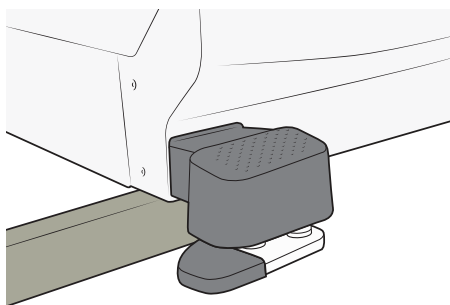

Figure 112
2. Soulevez le côté tête (à la main ou à l'aide d'un pied-de-biche) et faites glisser le levier en bois sous le châssis. Voir Figure 112.